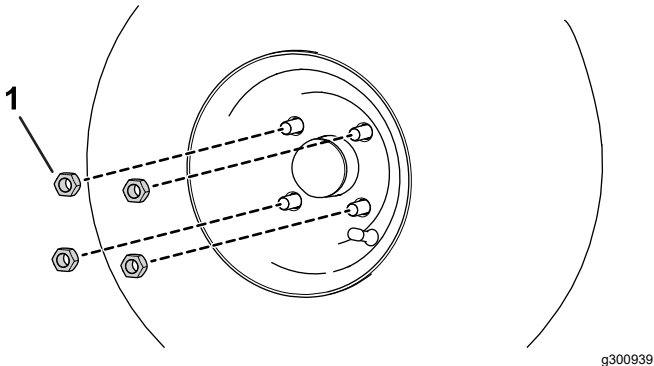

図 7
1. 先ほど外したラグナットを使って、ホイールをハブに固定する 図 7。